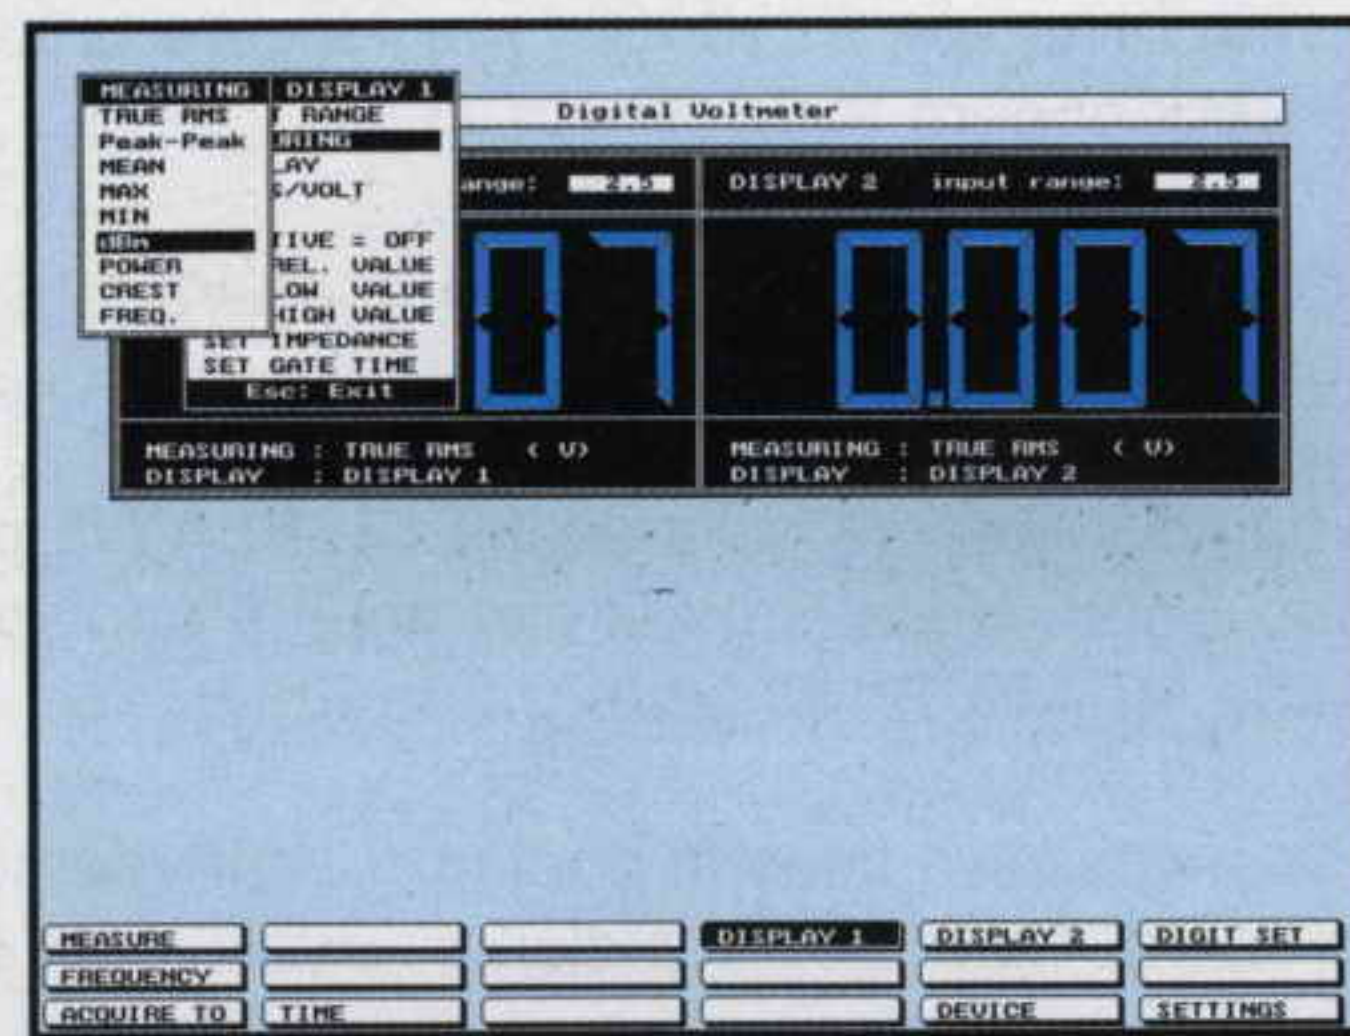

Fig.25 Se volete conoscere la potenza espressa in dBm dovreste portare il cursore su questa riga poi pigiare Enter, poi andare sulla riga Set Impedance e Enter.
– Nella finestra che appare andiamo sulla scritta **dBm** (vedi fig.25) poi pigiamo Enter.